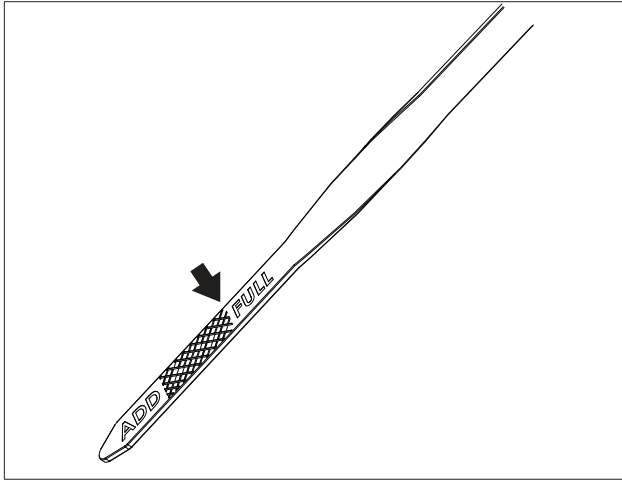

Рисунок 12
3. Извлеките щуп. Протрите его насухо чистой тканью и вставьте обратно до конца в трубку щупа. Смотрите рисунок 12 на странице 25.
9. Залейте в двигатель необходимое количество масла. Смотрите рисунок 12.